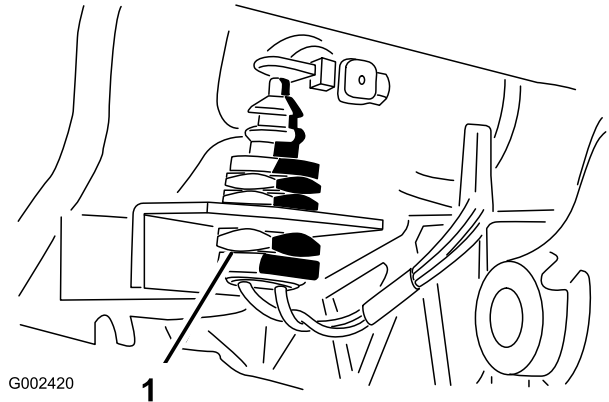

Figura 73
- Volte a verificar a afinação do interruptor de segurança da embraiagem (Figura 73). O motor não pode rodar a menos que o pedal de embraiagem se encontre a $3 \text{ cm} \pm 3 \text{ mm}$ do piso. Se for necessária afinação, alivie as porcas de segurança e ajuste em qualquer das direcções.